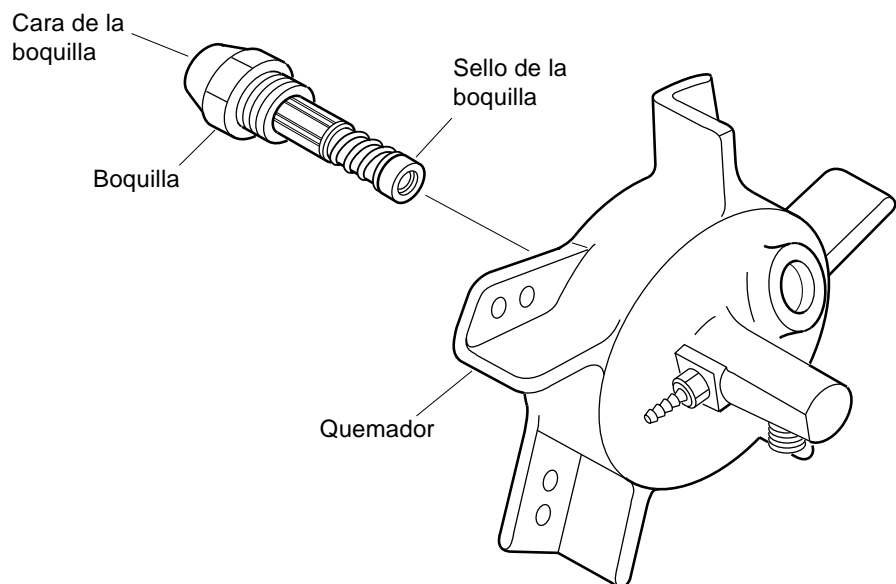

Figura 30 - Remoción de la boquilla, modelo de 44 kW (150,000 Btu/hr)
9. Quite cuidadosamente la boquilla del quemador usando una llave de casquillo de 5/8" (vea la Figura 30).